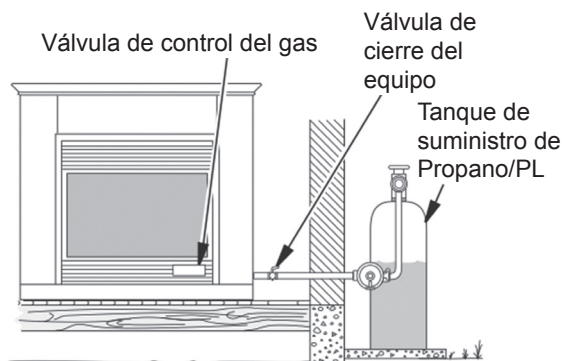

Fig. 17 - Revisión de las juntas de gas (Propano/PL solamente)
3. Revise todas las juntas del medidor de gas a la válvula de cierre del equipo (Ver Fig. 17 o 18). Aplique una mezcla de jabón líquido y agua en las juntas de gas. Si se forman burbujas, puede haber una fuga.
4. Revise todas las juntas de la válvula de cierre del equipo a la válvula de control. (Ver Fig. 17 o 18). Aplique una mezcla de jabón líquido y agua en las juntas de gas. Si se forman burbujas, puede haber una fuga.